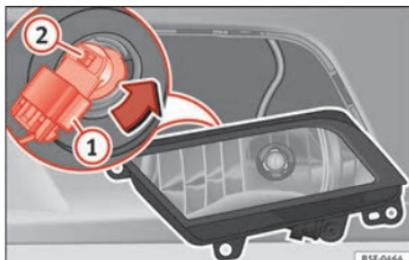

Fig. 97 Faro antiniebla.
- Gire el portalámparas » **fig. 97 ②** a la izquierda y tire.
- Extraiga el conector » **fig. 97 ①** de la lámpara.